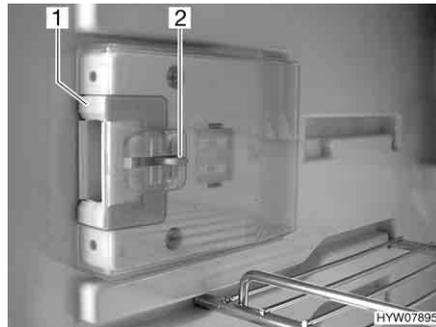
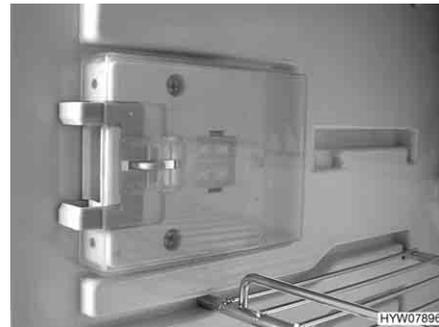

Fig. 217 Dispositivo de cierre en posición normal
Fig. 218 Dispositivo de cierre en posición de ventilación
- Hundir el desbloqueo (Fig. 217,2).
- Empujar el dispositivo de cierre (Fig. 217,1) hacia delante (Fig. 218).